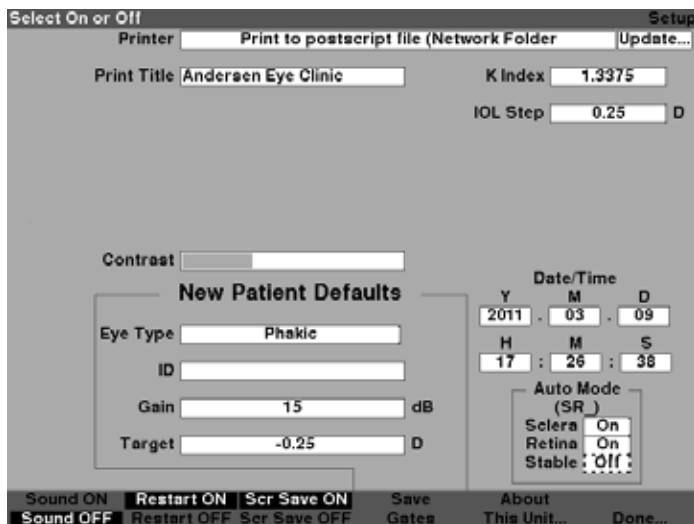

Figura 5-72 Modo automático: “Stable” (Estable) seleccionado
5. Si desea definir el modo automático con una medición estable, gire el control giratorio hasta seleccionar el campo “Stable” (Estable), como se muestra en la Figura 5-72.